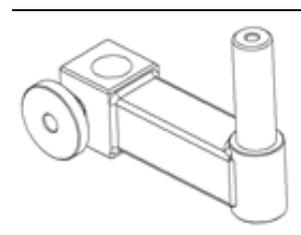

РИСУНОК 3-3. ПОВОРОТНЫЙ ПАТРОН
3. Если используется поворотный патрон (А-1023; см. Рис. 3-3.), установите его на крепежную штангу.